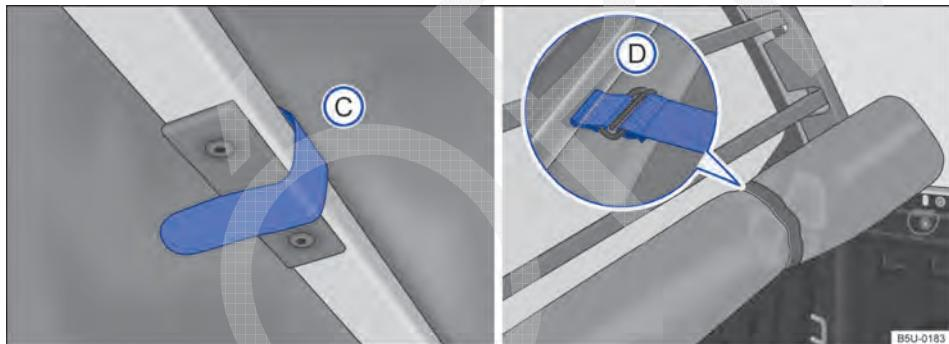

Fig. 37 No compartimento de carga: tira de fixação e capota marítima corretamente recolhida.
- Para remover a travessa que está próxima ao vidro traseiro, é necessário soltar as tiras de fixação da capota → Fig. 37 (C).
- Após o recolhimento total da capota, prenda-a com as cintas de fixação (D).